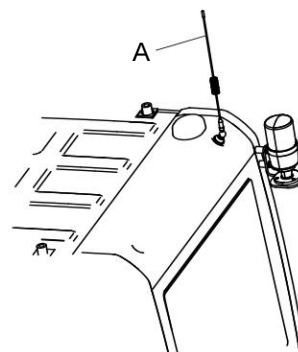

Figura 3-81
A antena deve ser girada para ficar plana para evitar qualquer interferência antes do transportador ou ser colocada dentro do edifício. A posição da antena é mostrada na Figura 3-81 (A).